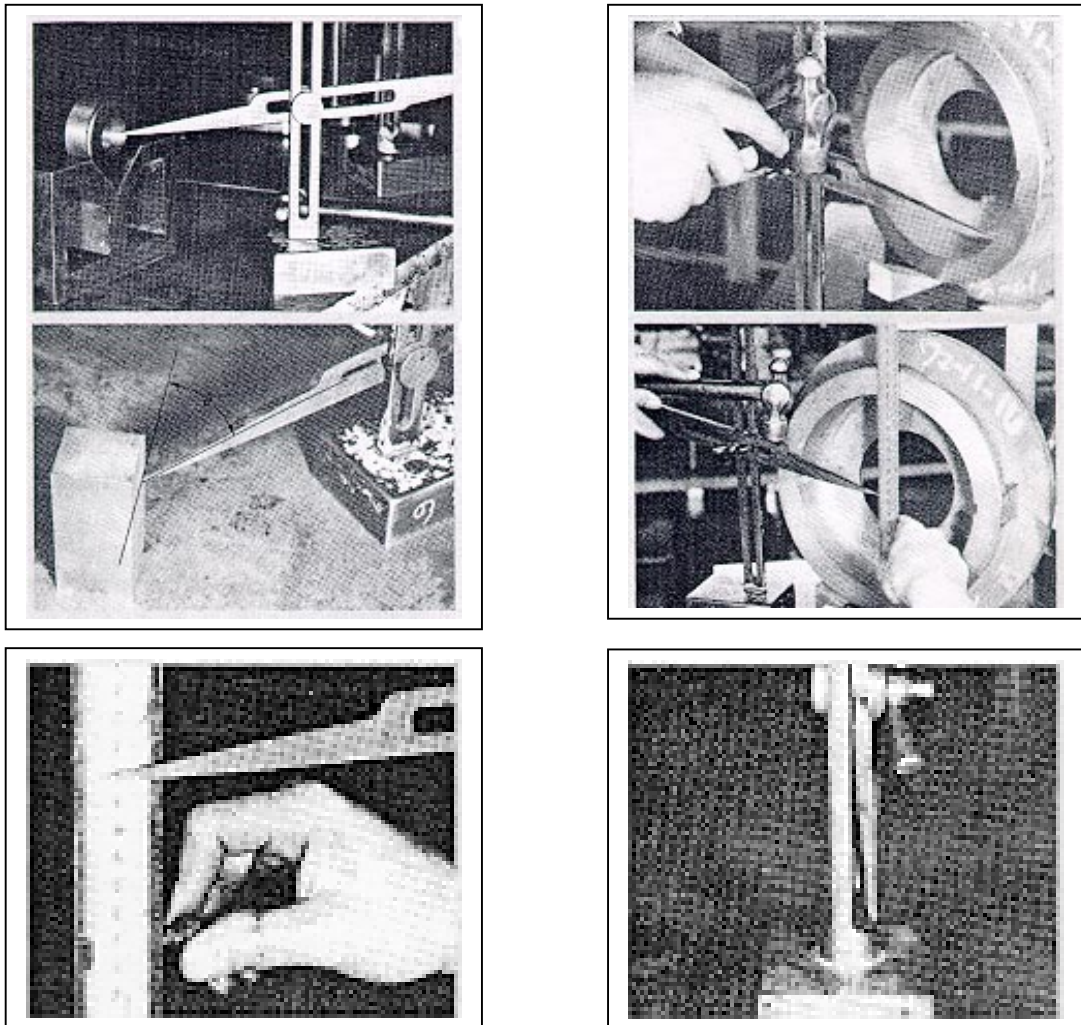

図 11 トースカンの使い方
トースカンを工作物に当ててけがき線をひく場合、図 11 の ①のように定盤の面と平行な状態より少し針先を下げた状態にしてひく。また、トースカンと工作物のなす角は  $60^\circ$  くらいにする(図 11 の ②)。
トースカンの針先の高さをスケール(直尺)を使って合わせる時は、針先と目の高さを同じにする(図 11 の ③)。目の高さによって  $0.5\text{mm}$  位の読み違いはよくあります。
トースカンの針先の高さが大体決まると、ちょうナットをハンマでたたいて締める(図 11 の ④)。微調整は、ハンマでさおのかたの部分をたたいて行う(図 11 の ⑤)。
なお、使い終わったら、針先を下にしておく。ただ、針先を下げすぎてRの部分に当てないように注意する(図 11 の ⑥)。
円柱や円筒にけがくとき、それらを水平に支えるためのV型のみぞのついたブロック(図 11 の )。工作物が動くような場合はマグネット式のものを利用するとよい。